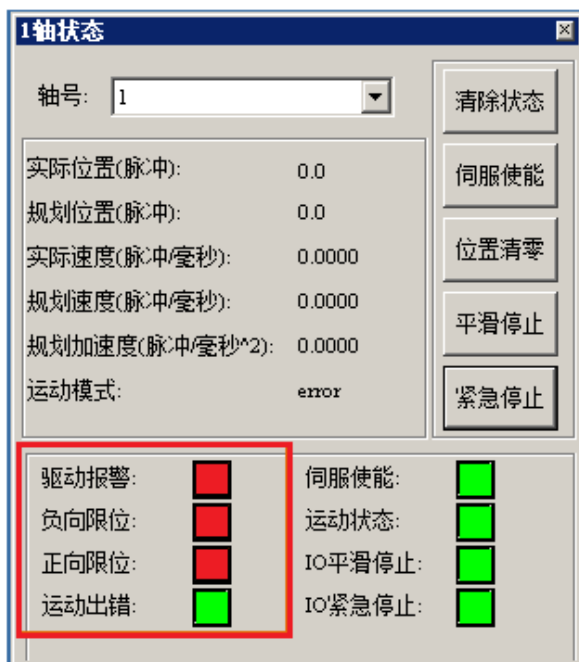
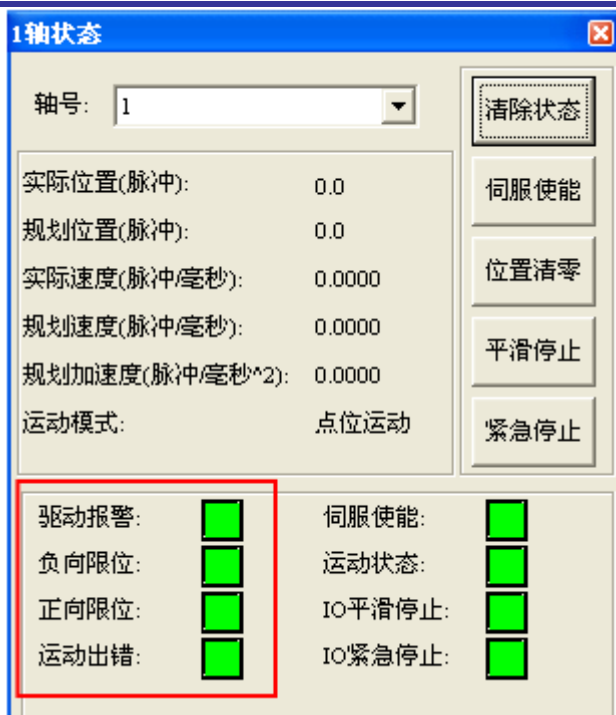

图 4-12 轴状态对话框
图 4-13 轴状态对话框
- (1) 首先，以“4.3.3”设置完“脉冲模式”后，写入控制器状态。然后，点击主界面菜单“视图”->“轴状态”，将会弹出状态显示模块对话框。若控制器刚复位完，轴 1 状态如图 4-12 所示；若将“4.3.3”设置写入了控制器，使报警无效，并点击“伺服使能”，轴 1 状态如图 4-13 所示。（注：可以同时启动 4 个轴状态显示对话框。对话框的“轴号”下拉列表可以选择控制轴号，选择后，对话框的标题将显示对应信息）。
(2) 图 4-12、图 4-13 轴状态对话框中显示的是当前轴的一些运动参数，从上至下分别为“实际位置”-“规划位置”-“实际速度”-“规划速度”-“规划加速度”。
(3) 下边的框中状态标志以对应图标的颜色表示不同的状态，**绿色代表该标志位没有触发，红色代表该标志位已经触发。**